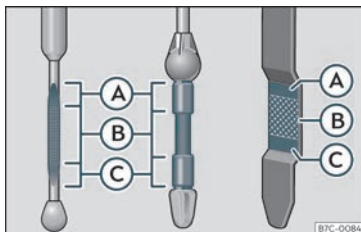

Fig. 204 Vareta de medição do nível de óleo.
- Em seguida, retire-a novamente e verifique o nível do óleo»» Fig. 204. Caso seja necessário, reponha óleo do motor.
- Quando o nível de óleo atingir pelo menos a zona >>> **Fig. 204 (B)**, enrosque a tampa do bocal de enchimento com cuidado >>> **⚠**.
Se o nível do óleo se encontrar por cima da zona >>> **Fig. 204 (A)**, não ponha o motor em funcionamento. Pode causar danos no motor e no catalisador. Informe uma oficina especializada.
O nível do óleo não pode ultrapassar, em caso algum, a zona >>> **Fig. 204 (A)**. Caso contrário, poderia ser aspirado óleo pela ventilação do cárter da cambota e chegar à atmosfera através do sistema de escape.